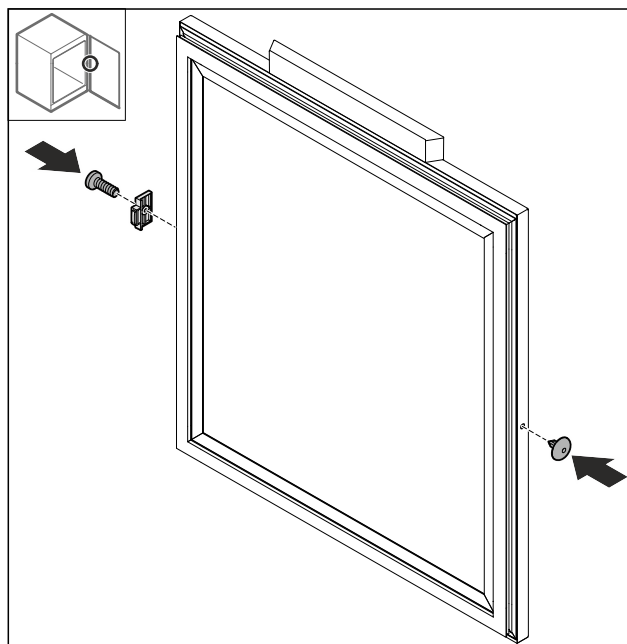

Fig. 76
- Deurstopper Fig. 76 (1) 180° draaien en op de tegenoverliggende zijde monteren.
- Afdekking Fig. 76 (2) aan de tegenoverliggende zijde plaatsen.